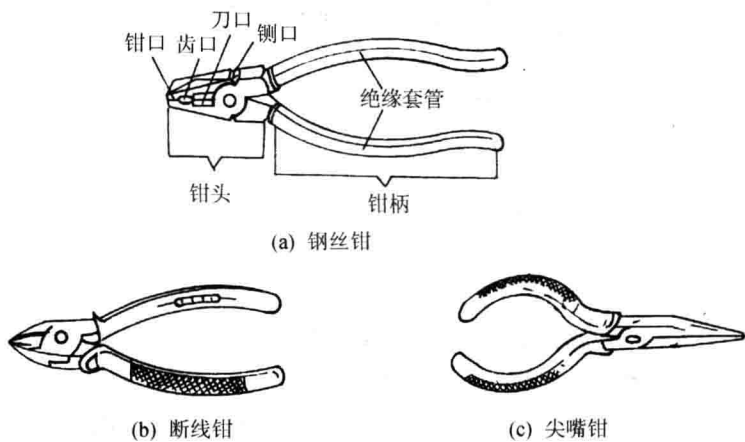

图 1-7 电工常用钳具
(4) 电工常用钳具。电工常用钳具有钢丝钳、断线钳和尖嘴钳 3 种,如图 1-7 所示。